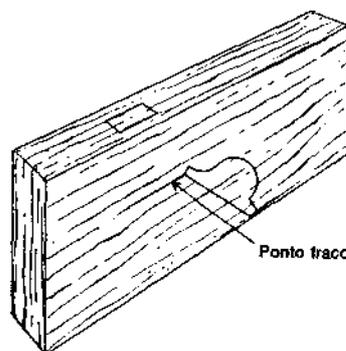

Fig. 7
*Escolha racional das faces do guilherme* (Fig. 7). — As zonas anulares devem ficar dispostas perpendicularmente, por causa do ponto fraco indicado.